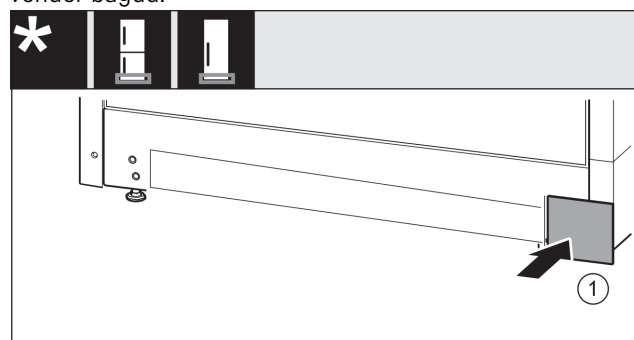

Fig. 19
- Påsæt afdækningen Fig. 19 (1) igen på den anden side.